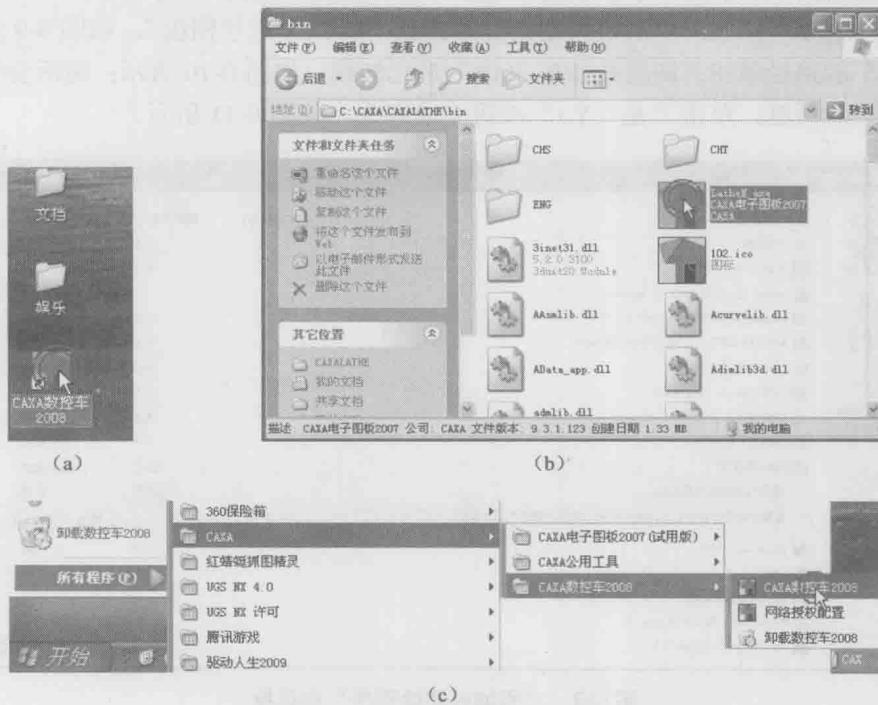

图 0-12 CAXA 数控车的运行
(1) 在正常安装完成时在 Windows 桌面会出现“CAXA 数控车”的图标，双击“CAXA 数控车”图标就可以运行软件，如图 0-12 (a) 所示。
(2) 在数控车的安装目录下…CAXALATHE\bin\目录下有一个 LatheN.exe 文件，双击运
行它即可，如图 0-12 (b) 所示。
(3) 单击桌面左下角的“开始”→“所有程序”→“CAXA”→“CAXA 数控车 2008”→“CAXA 数控车”来运行软件，如图 0-12 (c) 所示。